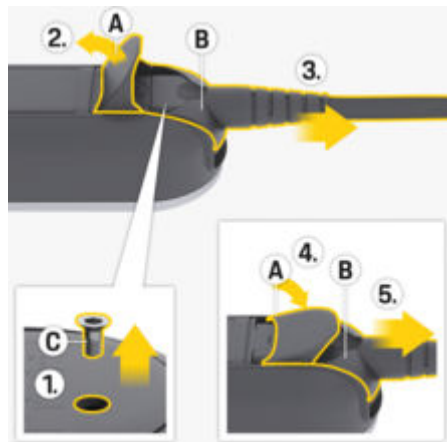

Fig. 13: Liberación del cable de alimentación
1. Suelte el tornillo **C** (Fig. 13) con la herramienta adecuada.
2. Abra la tapa **A** (Fig. 13) completamente.
3. Extraiga el enchufe **B** (Fig. 13) hasta que note la primera resistencia.
4. Cierre la tapa **A** (Fig. 13) a unos 15 grados (la tapa puede quedar sobre el conector **B** (Fig. 13)).
5. Extraiga el enchufe **B** (Fig. 13) completamente.